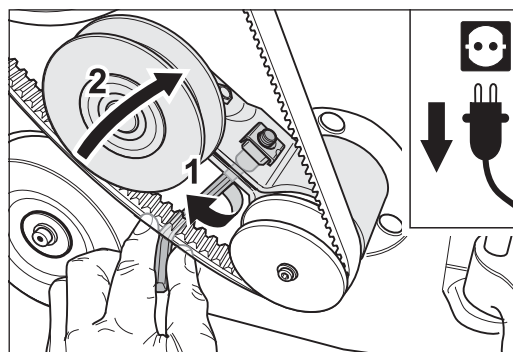

Abb. 106 Die Klemmschraube des Riemenspanners lösen (1) und den Keilriemen entspannen (2).
- 6 Lösen Sie die Klemmschraube des Riemenspanners für den Keilriemen des Ventilators (Abb. 106, 1).
- 7 Drehen Sie den Riemenspanner nach rechts (Abb. 106, 2). Dadurch wird der Keilriemen entspannt.
1 Lösen Sie die Klemmschraube des Riemenspanners für den Keilriemen des Ventilators (Abb. 106, 1).
2 Drehen Sie den Riemenspanner nach rechts (Abb. 106, 2). Dadurch wird der Keilriemen entspannt.